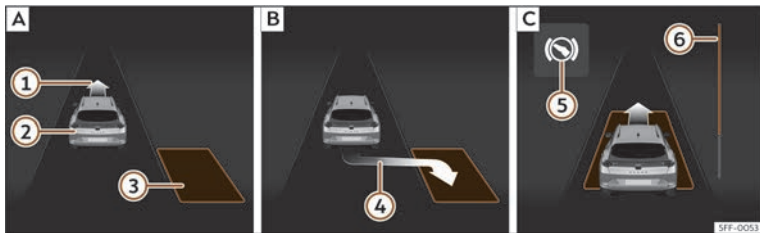
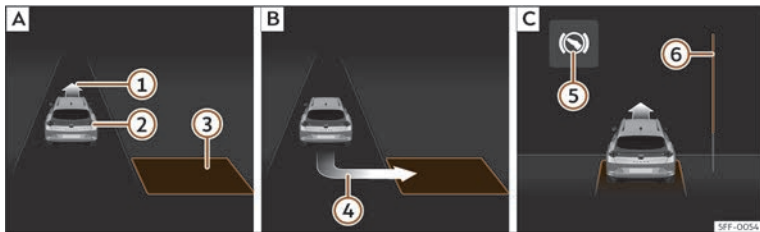

Fig. 151 A la pantalla del quadre d'instruments: aparcar en línia. **A**: Cercar un espai d'aparcament. **B**: Posició per aparcar. **C**: Maniobrar.
Fig. 152 A la pantalla del quadre d'instruments: aparcar en bateria. **A**: Cercar un espai d'aparcament. **B**: Posició per aparcar. **C**: Maniobrar.
- Mireu la visualització de la pantalla del quadre d'instruments si s'ha detectat l'espai en qüestió com a "apropiat" i si s'ha arribat a la posició correcta per aparcar-hi >>> **fig. 151 B** o
>>> **fig. 152 B**. L'espai es considera "apropiat" si a la pantalla del quadre d'instruments hi apareix la indicació d'aparcar ④.
- Retrocediu fins que soni el senyal continu del ParkPilot; **O BÉ:** retrocediu fins que a la pantalla del quadre d'instruments aparegui la indicació de fer marxa endavant >>> **fig. 151** o >>> **fig. 152** ; **O BÉ:** retrocediu fins que a la pantalla del quadre d'instruments aparegui el missatge **Park Assist finalizado**. La barra de progrés indica la distància que cal recórrer.
- Feu marxa endavant fins que soni el senyal continu del ParkPilot; **O BÉ:** feu marxa endavant fins que a la pantalla del quadre d'instruments aparegui la indicació de fer marxa enrere. El sistema d'aparcament assistit dirigeix el vehicle marxa endavant i marxa enrere fins a centrar-lo en l'espai buit >>> **fig. 151** o >>> **fig. 152** .
La barra de progrés >>> **fig. 151** i >>> **fig. 152** mostra simbòlicament a la pantalla del quadre d'instruments la distància relativa que queda encara per recórrer. Com més gran és la distància, més plena és la barra de progrés. En circular marxa endavant, el contingut de la barra de progrés disminueix cap amunt, i en circular marxa enrere, disminueix cap avall.